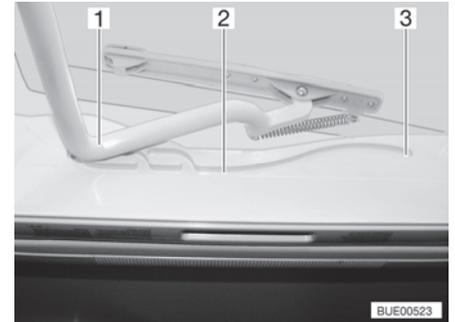

Fig. 54 Guía (claraboya Heki)
- Tirar el estribo (Fig. 54,1) en las guías (Fig. 54,2) hasta la posición trasera final (Fig. 54,3).
- Empujar el estribo (Fig. 54,1) ligeramente hacia arriba con ambas manos.
- Tirar el estribo en las guías (Fig. 54,2) hasta la posición deseada.